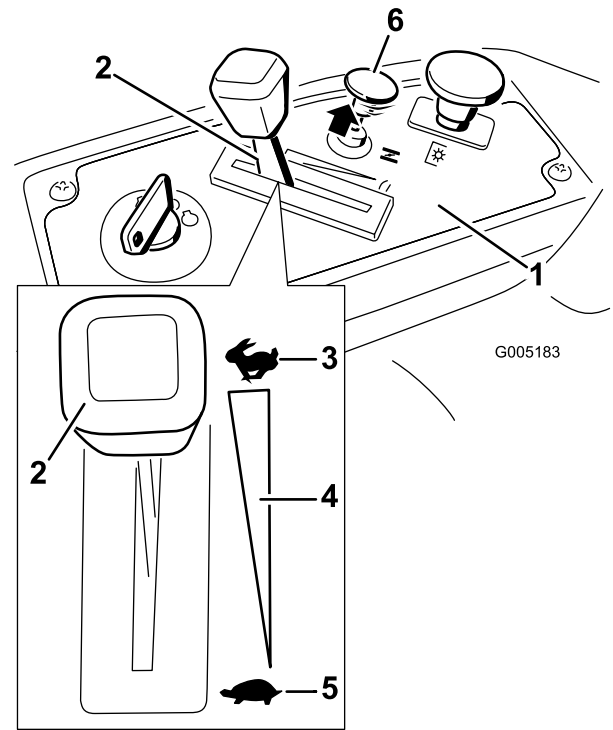

Figure 11
3. Tirez la commande de starter pour démarrer un moteur à froid (Figure 11).
3. Tournez la clé de contact en position contact coupé (OFF) (Figure 11).